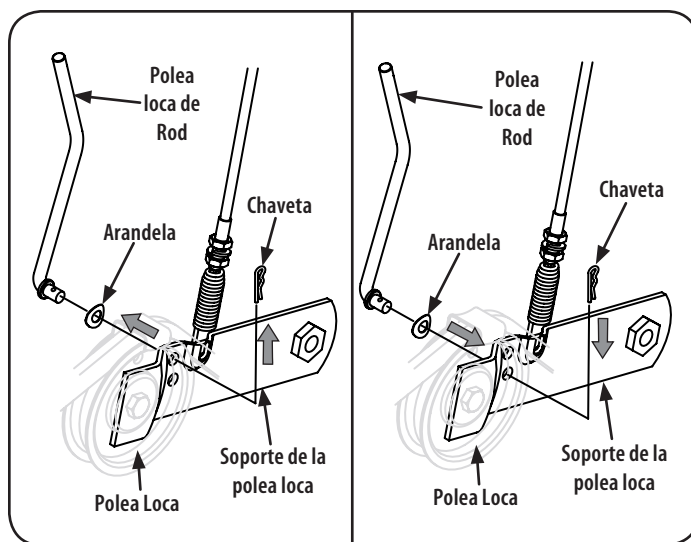

Figura 31
3. Quite la chaveta y la arandela de la varilla de la polea loca. Consulte la Figura 31.